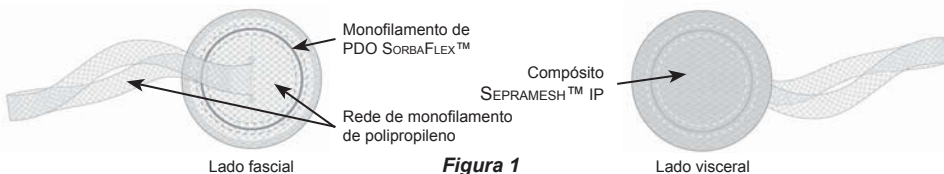

Figura 1
A prótese para hérnias VENTRALEX™ ST é uma prótese auto-expansível e estéril parcialmente absorvível, com revestimento bioabsorvível, contendo duas camadas distintas unidas por suturas de monofilamento de PTFE, que formam uma bolsa de posicionamento e uma tira. A camada superior é uma rede de monofilamento de polipropileno e a camada inferior é a rede de composto SEPRAMESH™ IP. O composto SEPRAMESH™ IP é uma malha entrelaçada de fibras de polipropileno (PP) e de ácido poliglicólico (PGA) absorvível que forma uma rede com dois lados, com uma superfície de PP e uma superfície de PGA. A rede é revestida na superfície de PGA com um hidrogel bioabsorvível, quimicamente modificado, à base de hialuronato de sódio (HA), carboximetilcelulose (CMC) e polietilenoglicol (PEG) (ver Figura 1).